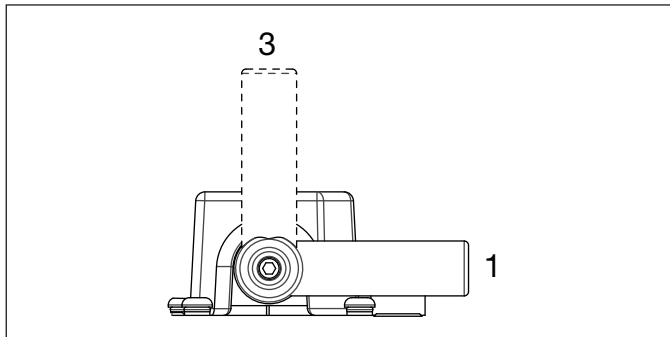

Abbildung 8
Modelle PUJ-1200B/E, PUJ-1201B/E (Abbildung 8)
Das Pumpensteuerventil steuert die Zufuhr, bzw. den Rücklauf der hydraulischen Flüssigkeit zu, bzw. von den Hydrauliksystemkomponenten. Diese Modelle verfügen über Dreiwegeventile mit jeweils zwei Stellungen. Die Ventilstellungen sind in Abbildung 8 dargestellt: 1 - Ausfahren 3 - Einfahren. Zum Ausfahren des Zylinders das Ventil auf die Ausfahrposition (1) stellen und den Fernbedienungsschalter drücken.